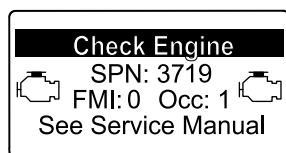

図 39
- リカバリ再生が必要になると、インフォセンターにエンジン警告 SPN 3719, FMI 16 (図 39) が表示され、エンジン出力が 85% にダウンします。